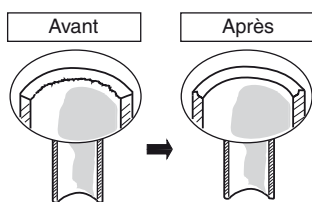

Fig. 5-1
- (1) Coupez le tube en cuivre à la longueur requise avec un coupe-tube. Il est recommandé de couper environ 30 à 50 cm en plus de la longueur du tube que vous évaluez.
- (2) Éliminez les copeaux à l'extrémité du tube en cuivre avec un alésoir de tube ou une lime. Ce procédé est important et doit être effectué soigneusement pour faire un bon évasement. Veillez à empêcher la pénétration de tout contaminant (humidité, saleté, copeaux métalliques, etc.) dans la tuyauterie. (Figs. 5-1 et 5-2)